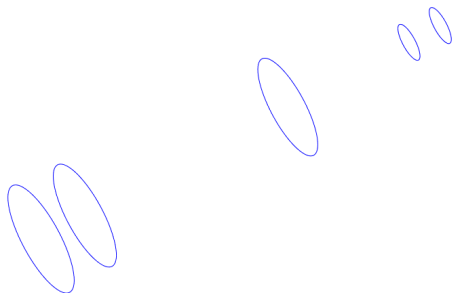

图 5-16 打开素材模型
(1) 单击常用工具栏中的【打开】按钮，打开一幅素材模型，如图 5-16 所示。